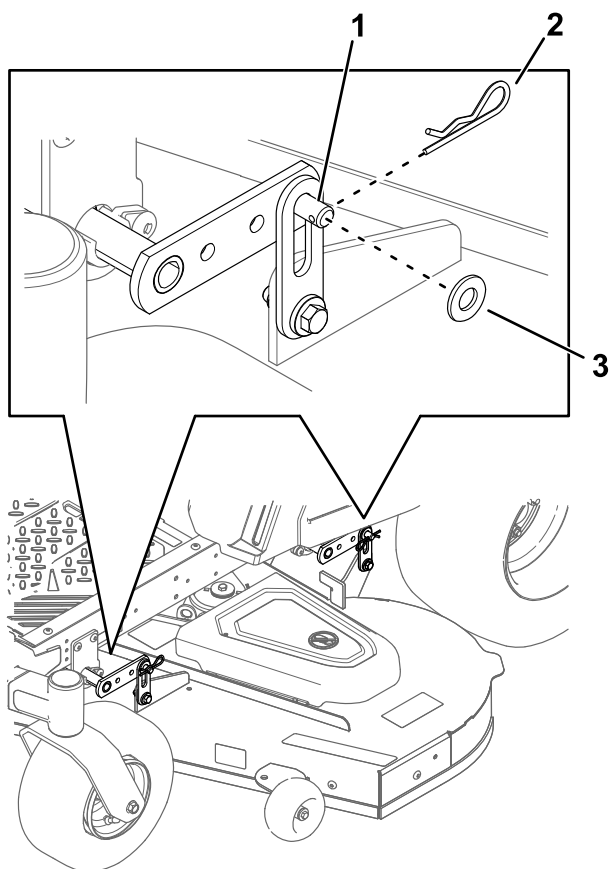

Figure 63
- 5. Aux 4 coins du tablier, retirez la goupille fendue et la rondelle de l'axe (Figure 63).
6. Soulevez l'arrière du tablier de coupe et fixez les pattes de support du tablier arrière aux axes du tablier (Figure 63).
7. Fixez les pattes de support avant du tablier aux axes avant (Figure 63).
8. Sécurisez les axes du tablier avec les goupilles fendues et les rondelles retirées précédemment (Figure 63).